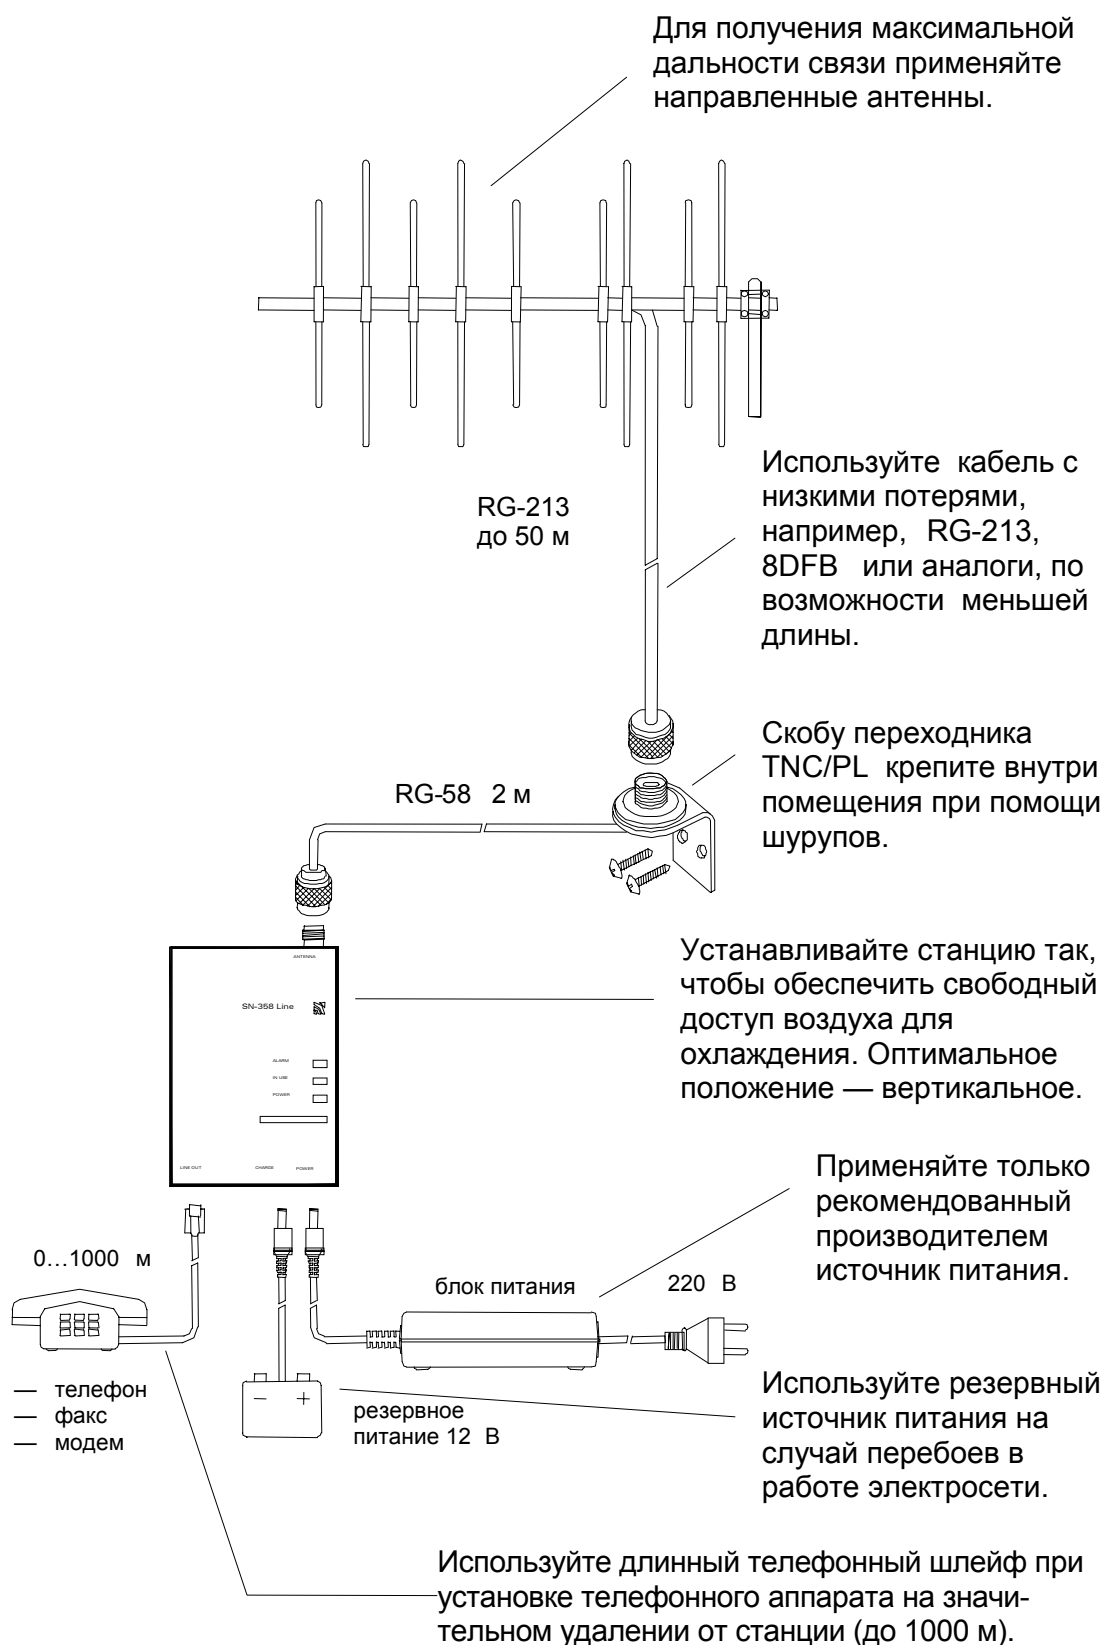

Рис. 6
- Подключите кабель снижения к разъему «ANTENNA» станции, используя гибкий переходник TNC/PL (поставляется в комплекте). Скобу переходника обязательно укрепите с помощью шурупов (см. рис.6) внутри помещения.